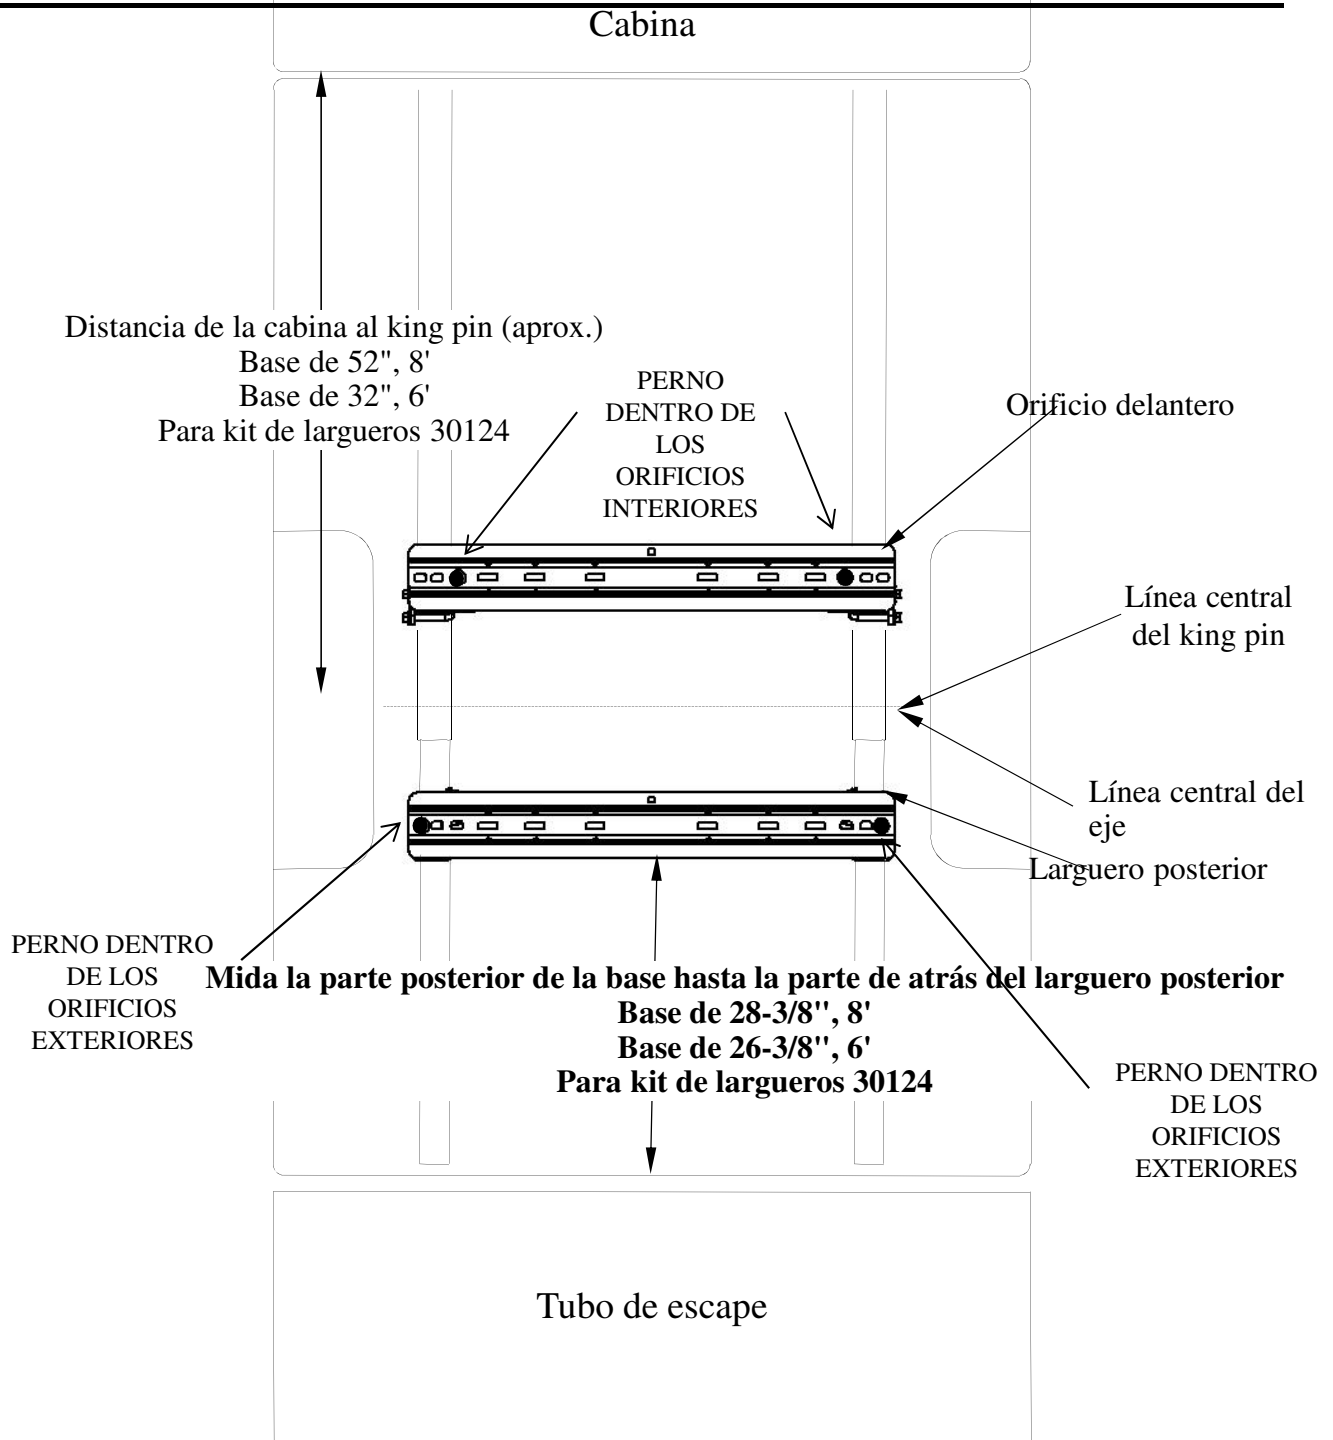

Figura 6
25. Coloque el larguero de montaje posterior en la caja del vehículo. Usando la cinta de medir, centre el larguero entre las costuras de soldar a lo largo del piso del vehículo y la distancia correcta desde el borde posterior de la caja del vehículo como se ilustra en la Figura 6 en la página 19.
26. Marque y centre los orificios según la ilustración en la Figura 6. Mueva el larguero del camino y perforo cada posición con una broca de 1/8". Los orificios en el larguero posterior deben ir a través del apoyo de la base. **ADVERTENCIA: Al perforar los orificios tenga en cuenta los riesgos potenciales para los componentes del vehículo y tome las medidas necesarias para protegerlos de daños.**